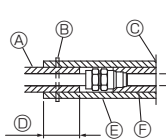

Fig. 4-1
3. Обязательно проведите работу по изоляции водяного трубопровода путём покрытия системы водяного трубопровода отдельно термостойким полиэтиленом достаточной толщины, так, чтобы не наблюдался зазор между внутренним прибором и изолирующим материалом, и самими изолирующими материалами. Если теплоизоляция выполнена недостаточно, существует возможность конденсации и т.п. Уделите особое внимание работе по изоляции в потолочной камере. [Fig. 4-1]